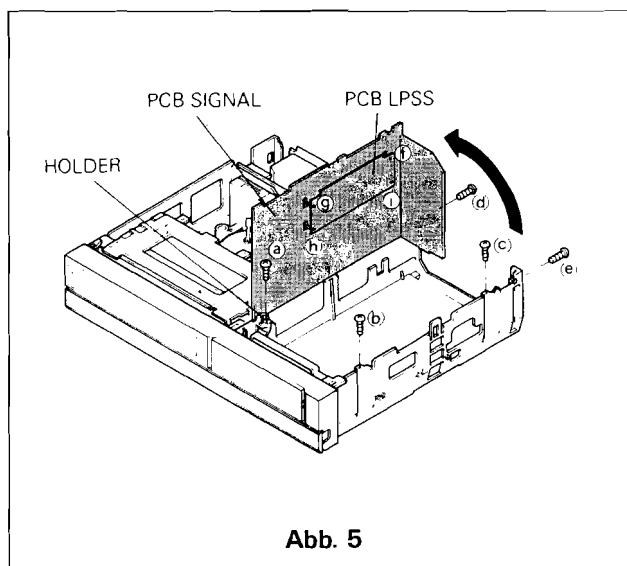

Abb. 5
- B. Die fünf Schrauben (Ⓐ ~ Ⓔ) entfernen. (Siehe Abb. 5)
- a. Die Halter ①, ②, ③ und ④ lösen. (Siehe Abb. 5)